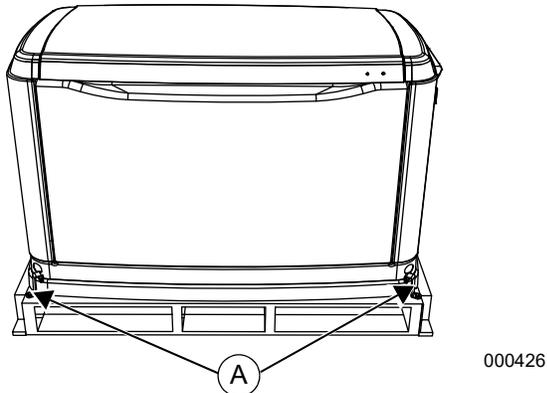

Figura 2-3. Ubicaciones de los soportes de la tarima
4. Consulte la **Figura 2-3**. Retire los pernos y soportes de la tarima (A). Tenga cuidado cuando retire el generador. Si lo arrastra de la tarima se dañará la base. Debe levantar la unidad para retirarla de la tarima de madera.